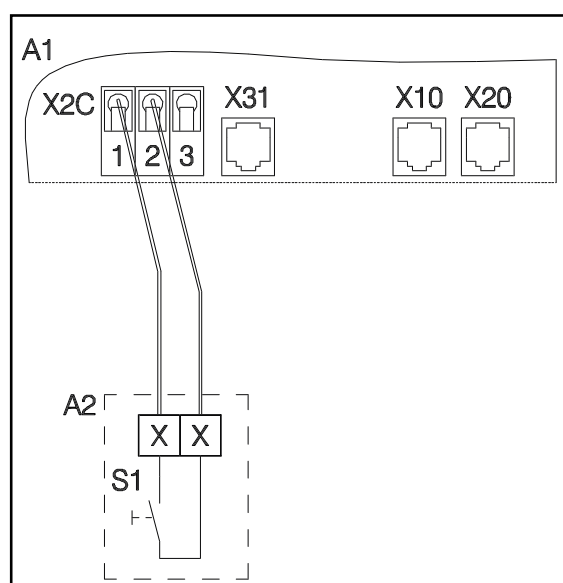

Fig. 9: Collegamento del pulsante ad impulso
- Collegare il pulsante ad impulso mediante il morsetto X2C, contatto 1 e 2, con la centralina, come illustrato in fig. 9.